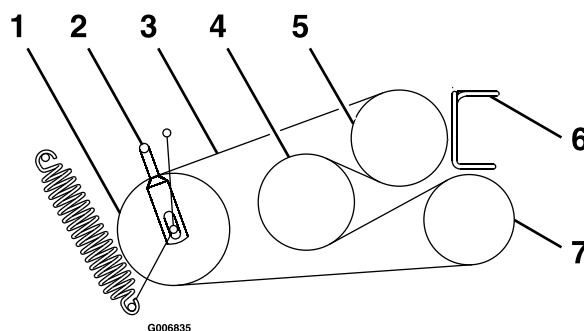

Figura 51
6. Afloje las guías de la correa **A** y **B** (Figura 51).
8. Enrute las correas nuevas alrededor de las poleas, según se muestra en Figura 51.